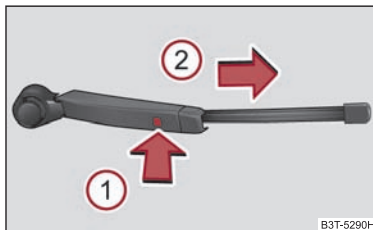

Fig. 66 Lamele ștergătorului de lunetă
- Ridicați brațul ștergătorului de pe lunetă și poziționați lama astfel încât să formeze un unghi drept cu brațul ștergătorului → fig. 66.
- Cu cealaltă mână deblocați siguranța ① și scoateți lama în sensul săgeții ②.